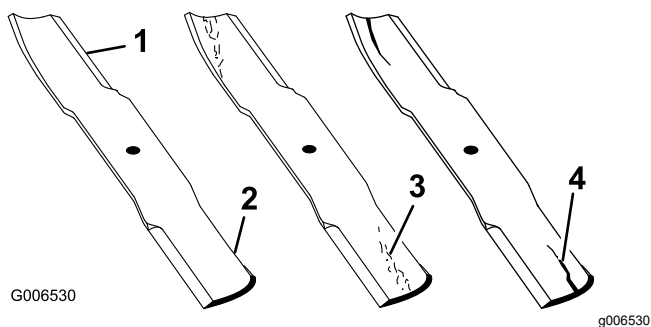

Figura 113
- Inspeccione los filos de corte (Figura 113).
- Si observa fisuras, desgaste o la formación de una ranura en esta zona, instale de inmediato una cuchilla nueva (Figura 113).